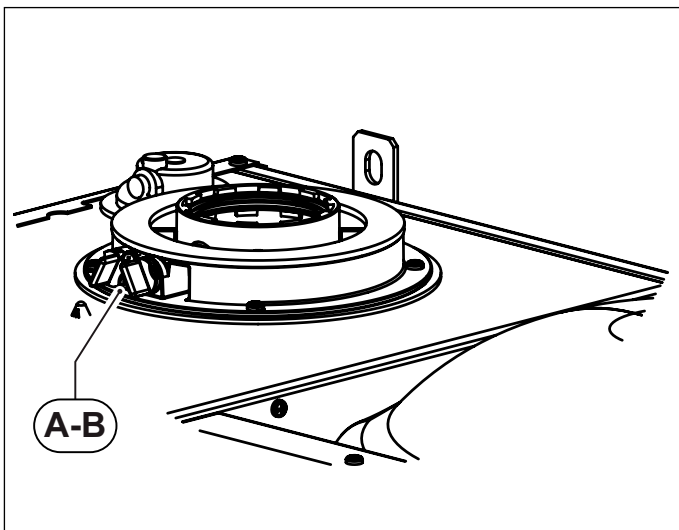
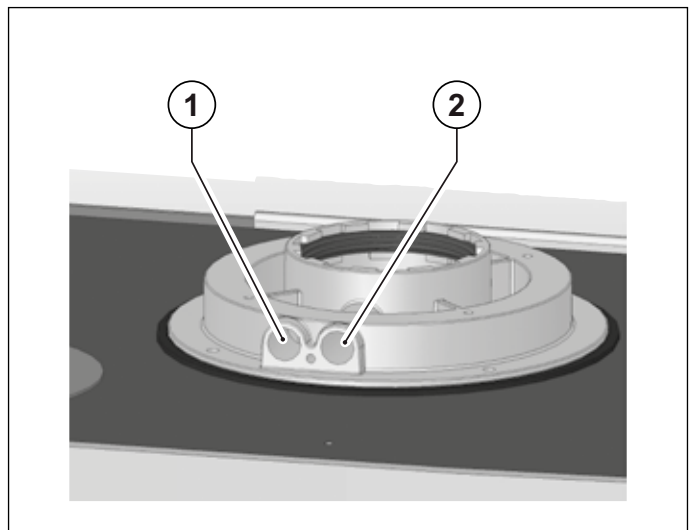

Abb. 17 Abgasstutzen
Abb. 18 Messöffnungen Abgasstutzen
Die Abgasmessung wird, an den dafür vorgesehenen Messöffnungen am Abgasstutzen durchgeführt (siehe Abb. 17 Abgasstutzen und Abb. 18 Messöffnungen Abgasstutzen).
Die Öffnung **A** ist zur Verbrennungsluftmessung bestimmt, die Öffnung **B** für die Abgasmessung (siehe Abb. 17 Abgasstutzen).
Vor Beginn der Messungen die Verschlussstöpsel **A** und **B** von den Messöffnungen entfernen und die Messsonde des Abgasanalysegeräts positionieren (siehe Abb. 17 Abgasstutzen).
- Messung der Verbrennungsluft **1** (siehe Abb. 18 Messöffnungen Abgasstutzen).
- Messung der Abgastemperatur und des CO_2 **2** (siehe Abb. 18 Messöffnungen Abgasstutzen).